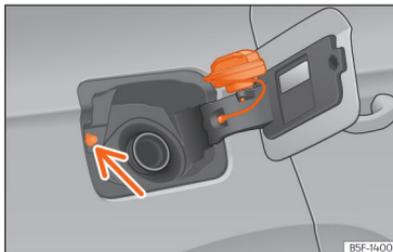

Abb. 203 Tankklappe mit aufgestecktem Tankverschluss.
- Platzieren Sie den Verschluss in der Aussparung, die sich im Scharnier der geöffneten Tankklappe befindet »» (Abb. 203).
Nicht den Taster für Tankdeckelverriegelung »» **(Abb. 203)** (Pfeil) berühren. Das System interpretiert ansonsten, dass der Tankvorgang beendet ist und ein weiteres Betanken ist nicht mehr möglich. Um weiter tanken zu können, drücken Sie erneut den Taster  in der Fahrertür.